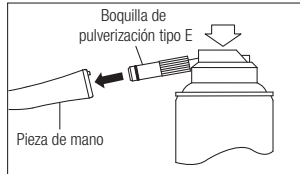

Fig. 7
- 2) Inserte la boquilla del pulverizador en la parte trasera de la pieza de mano. Sostenga la pieza de mano y el pulverizador durante 2-3 segundos. Aplique lubricante hasta que sobresalga del cabezal de la pieza de mano al menos dos segundos (Fig. 7).
- 3) Lubrique la pieza de mano con NSK PANA SPRAY Plus / PANA SPRAY (Fig. 7) o el sistema de limpieza y lubricación automática de piezas de mano de NSK.